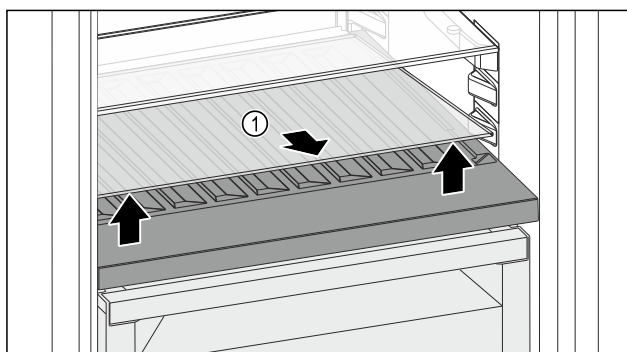

Fig. 86
- ▶ Приподнимите стеклянную пластину Fig. 86 (1) за выемку спереди и извлеките.
- ▶ Уложите стеклянную пластину Fig. 86 (1) на хранение вне устройства.